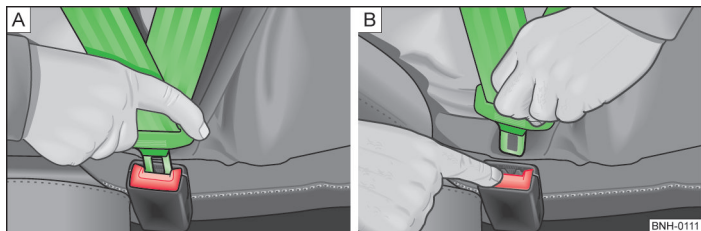

Fig. 155 Bouclage/débouclage des ceintures de sécurité
- Engagez la languette dans la boucle du siège correspondant » fig. 155 - [A] jusqu'à ce qu'elle s'enclenche de façon audible.
- Appuyez sur la touche rouge de la boucle » fig. 155 - [B], la languette est éjectée.